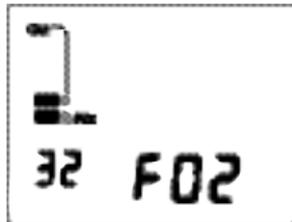

Fig. 43 - SUPERFICIE ALT 1
ésta es la información mostrada (Fig. 43):
- Si pulsa y suelta brevemente el botón A (arriba) (< 2 segundos) desde la pantalla PRINCIPAL DE SUPERFICIE del modo NORMAL, accederá a la pantalla SUPERFICIE ALT 1, en la que se mostrará lo siguiente (Fig. 43):